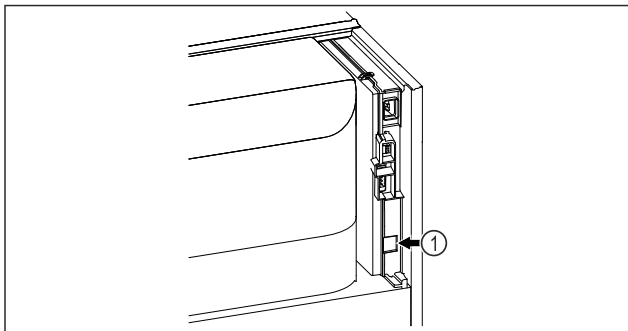

Fig. 100
- ☐ SmartModule *Fig. 100 (1)* je nasadený.